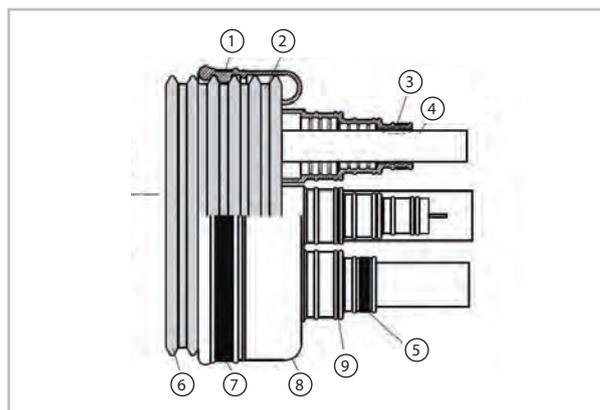

Abb. 4: Montage 2
- Die Abschlussmanschetten sind standardmäßig mit vier, zwei bzw. einen stufenförmig reduzierten Dichtungsabschluss ausgeführt (siehe Abb. 4). Abschlüsse sind entsprechend der Rohranzahl und der Dimension entlang der jeweiligen Führungsrille (siehe Abb. 4) des gewünschten Durchmessers mittels Schere bzw. Messer abzulängen.